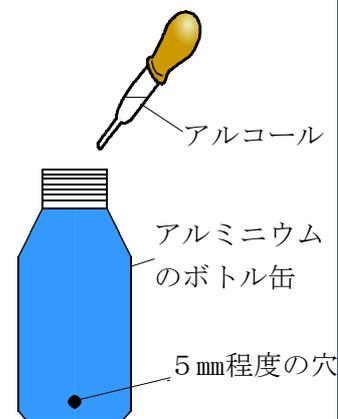

図1
- 1 アルミニウムのボトル缶（以下「ボトル缶」という）に、アルコールをスポイトで10滴程度入れる（図1）。